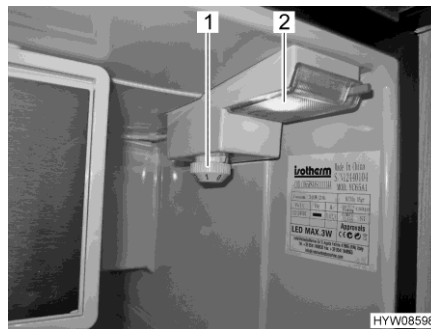

Fig. 121 Bouton de commande (réfrigérateur)
- Tourner le régulateur de température (Fig. 121,1) dans le sens des aiguilles d'une montre de la position "0" sur la position "1" . L'appareil est en marche, l'éclairage intérieur (Fig. 121,2) est allumé.
- Tourner le régulateur de température (Fig. 121,1) dans le sens inverse des aiguilles d'une montre sur la position "0". Une légère résistance doit pour ce faire être vaincue.
- Régler la température à l'aide du régulateur de température (Fig. 121,1).